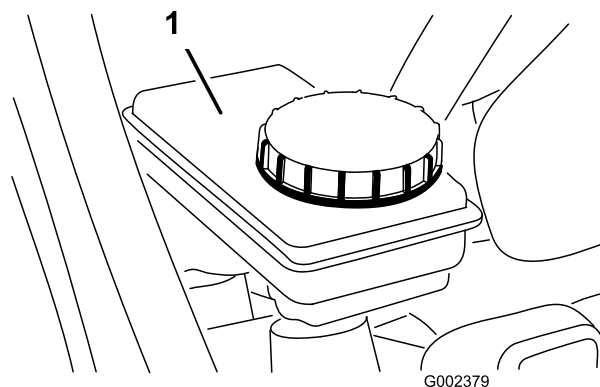

Figura 25
2. O nível do fluido deve estar ao nível da linha Full indicada no reservatório (Figura 25).